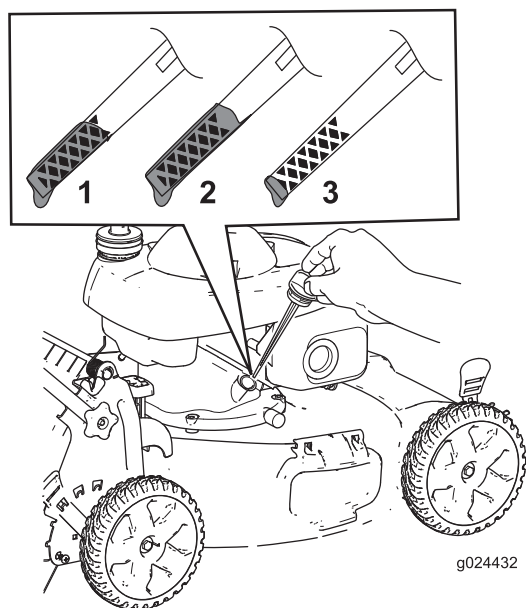

Figure 13
2. Retirez la jauge (Figure 13).
5. Observez le niveau d'huile indiqué par la jauge (Figure 13).